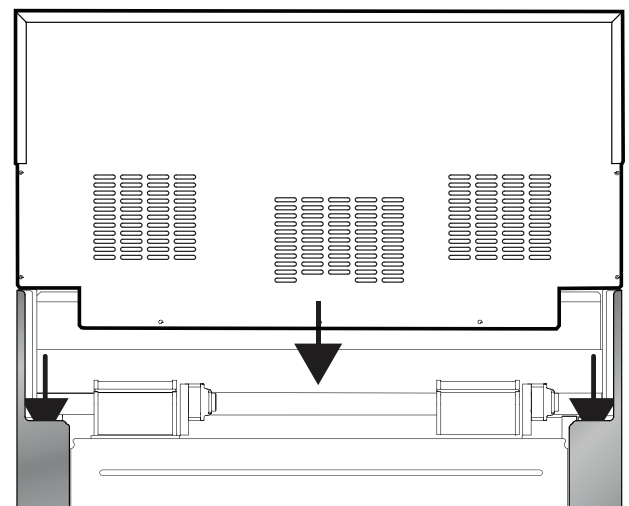

Figure 21 : Installation du dossier
3. Alignez le panneau arrière du nouvel accessoire avec les brides des coins arrière droit et gauche des panneaux latéraux de la cuisinière. Le dossier s'insère dans les canaux de guidage situés à l'arrière de la cuisinière (Figure 21).